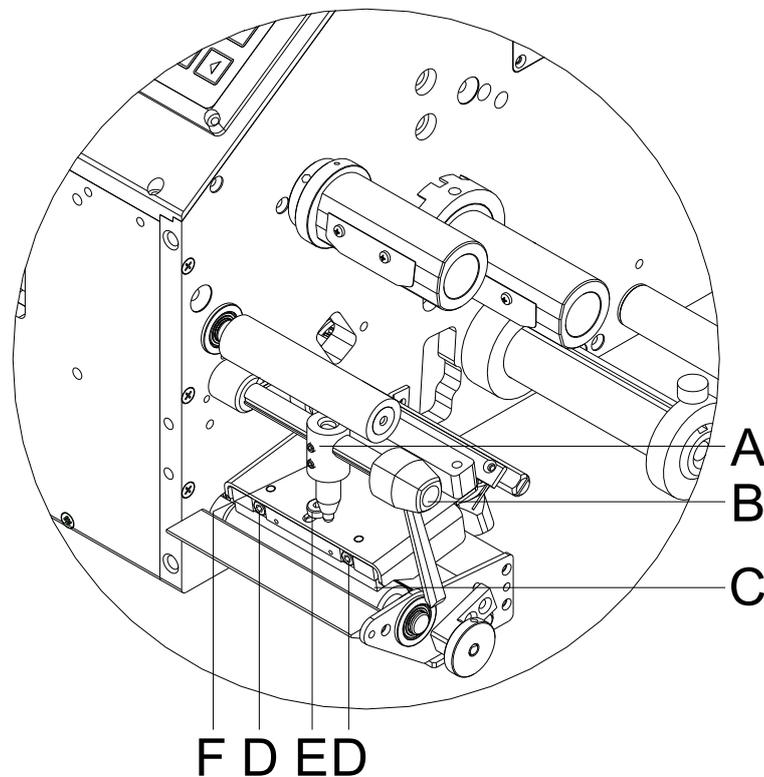

Abbildung 23
1. Andruckschraube (F, Abbildung 23) drehen, um den Druckkopfdruck zu verändern.
3. Der Druckkopf wird mit einem Andruckfinger (A, Abbildung 23) angedrückt. Die Position des Andruckfingers muss auf die Breite des verwendeten Etikettenmaterials eingestellt werden, um: